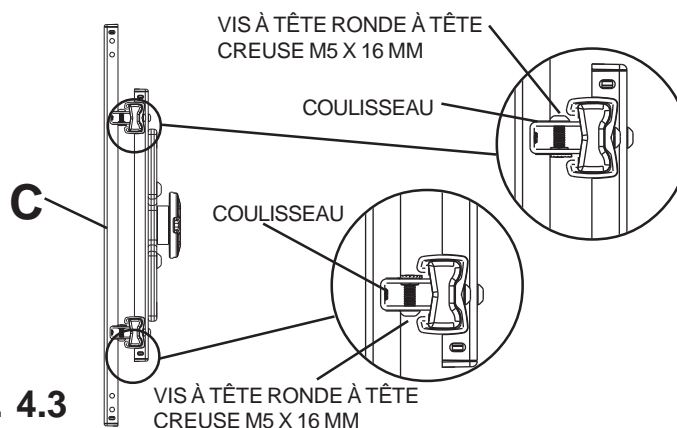

fig. 4.3
**REMARQUE :** Consultez la page 37 pour les réglages des supports d'extension du support adaptateur universel (B).
- 4-4** Afin d'éviter de rayer l'écran, posez un morceau de tissu sur une surface plane et de niveau qui peut supporter le poids de l'écran. Placez l'écran à plat, tourné vers le bas. Consultez les instructions du fabricant de l'écran pour retirer les boutons, la base, le couvercle ou la/les vis à l'arrière de l'écran pour le montage des supports de l'écran (C). Ajustez les supports de l'écran (C) pour les aligner avec les trous de montage de l'écran comme illustré à la Figure 4.4. Choisissez les vis de taille petite, moyenne, grande ou très grande dans le paquet de fixations puis attachez les supports d'écran (C) à l'écran en respectant la Figure 4.5 ou 4.6 à la page 39. Serrez les vis des coulisseaux M5 x 16 mm comme illustré à la Figure 4.3.